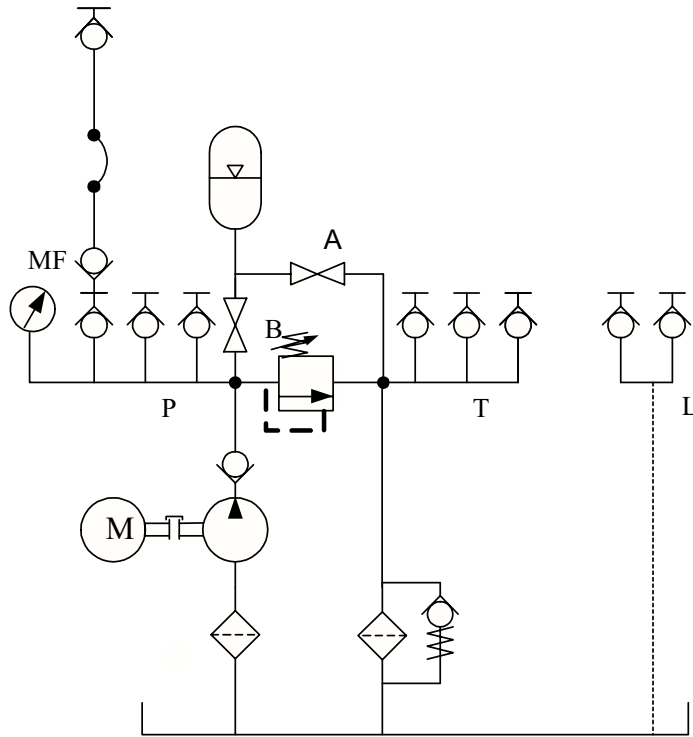

Figura 1.4. Simbología de la unidad de potencia con un conector flexible acoplado.
15. Explicar el procedimiento para conectar las mangueras y señalar la forma de actuar de la válvula antirretorno que tienen los conectores rápidos. Conectar una manguera a la unidad de potencia de acuerdo con la figura 1.4.
16. Con la válvula de descarga (A) cerrada y la de alimentación al acumulador (B) abierta, encender la unidad de potencia.
18. Marcar con color rojo la línea presurizada y con azul la línea de baja presión en la figura 1.4.